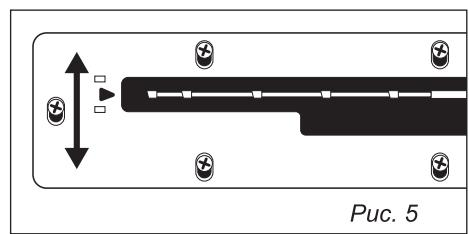

Рис. 5
- установить в паз пильного стола вставку (рис. 5);